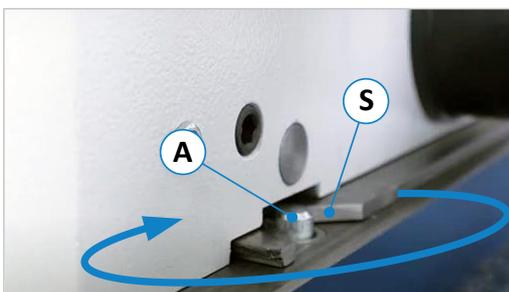

Abbildung 30: Arretieren und einrasten lassen
- Um die Parallelität zum Maschinentisch herzustellen, den Anschlag nun so lange leicht verdrehen (siehe ⇒ Abbildung 30), bis die (in der Ansicht verdeckten) Zentrierstifte (Z) auf der Anschlag-Unterseite in die Bohrungen (B) auf dem Maschinentisch einrasten (Klickgeräusch).